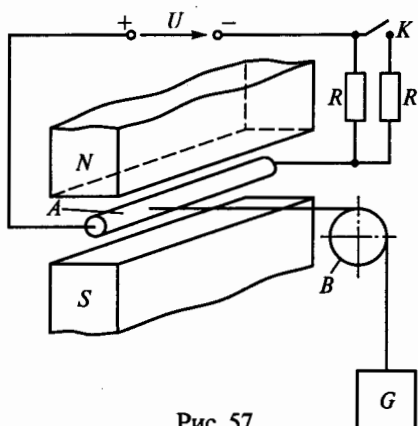

Рис. 57
**2.32.** В схеме модели электродвигателя, изображенной на рис. 57, проводник  $A$  находится в магнитном поле и связан с помощью гибкой нити и блока  $B$  с грузом  $G$ . Ток в проводнике имеет значение, при котором груз находится в покое. Что будет происходить с грузом, если замкнуть ключ  $K$ ?